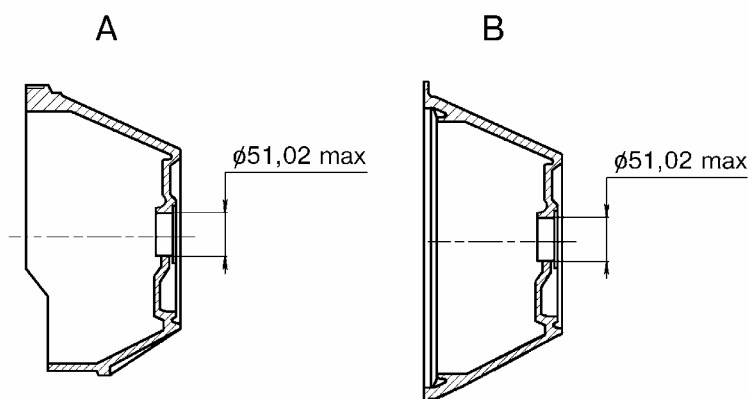

Рис.33. Картер сцепления:
4.2.1 Картер сцепления – 2101-1601015 рис.33 (А), 21215-1601015 рис.33 (В) (в случае выпрессовки передней крышки КП).